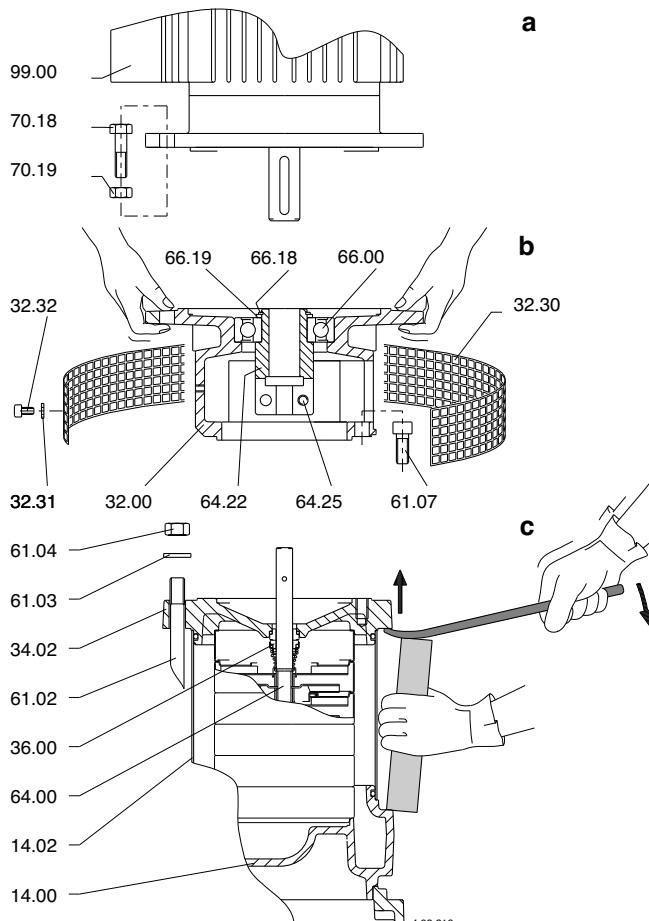

Fig. 4a Estrazione motore
4. Scollegare il cavo dalla scatola morsetti, togliere le viti (70.18) con i dadi (70.19) ed **estrarre il motore** dal giunto (64.22) (fig. 4a).